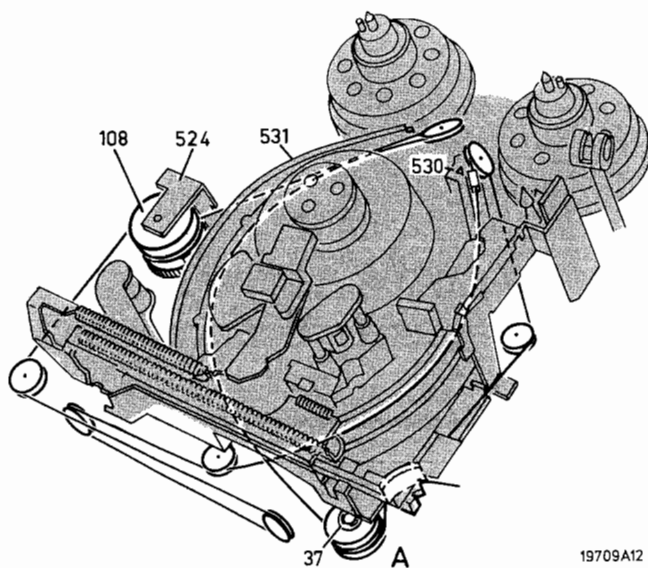

Fig. 2.10
- Ein wenig einfädeln, indem die Scheibe 108 (Abb. 2.10) von Hand links herum gedreht wird.
Wenn beim Einbau dasselbe Seil angebracht werden soll, muss der Rollensatz A (Abb. 2.10) vor dem Ausbau markiert werden, so dass die Rollen beim Einbau in die gleiche Stellung gebracht werden können.
- Den Spannring 37 wegnehmen und den Rollensatz A (Abb. 2.10) von der Achse abziehen.
- Nun die Seile durch die Schlittenführungen und über die Rollen führen (siehe Abb. 2.10).